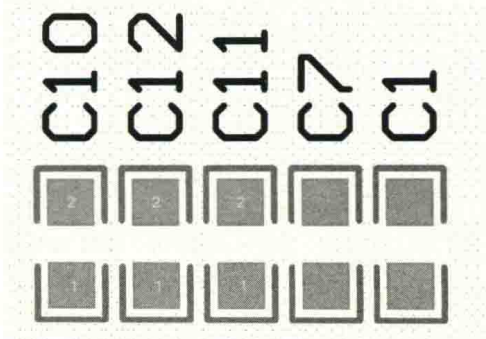

图 10-24 丝印位号快速放置到元件的上方
(3) “Designator”提供向上、向下、向右、向左、左上、左下、右上、右下几种方向，可以与小键盘上的数字键进行对应。通过对“Component Text Position”命令设置快捷键的方法，想让其快速地把选中元件的丝印位号放置到元件的上方时，在小键盘上按数字键“5”和“2”就可以完成此操作，如图 10-24 所示。其他方向摆放类似，例如，按数字键“5”和“6”放置到元件的右方，按数字键“5”和“8”放置到元件的下方。